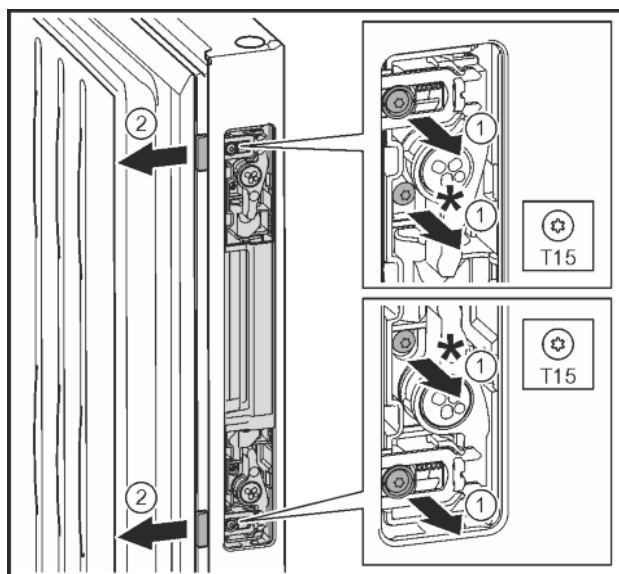

Fig. 19
- ▶ Викрутіть гвинти за допомогою викрутки T15 разом з сірим пластмасовим корпусом Fig. 19 (1)
- ▶ Витягніть з прикладанням сили штовхач відкривання дверей. Fig. 19 (2)